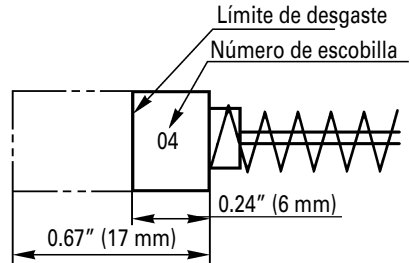

Fig. 31
4. Inspecci3n de las escobillas: (Fig. 31)
NOTA: Utilice la escobilla N3 04 de HITACHI indicada en la Fig. 31.